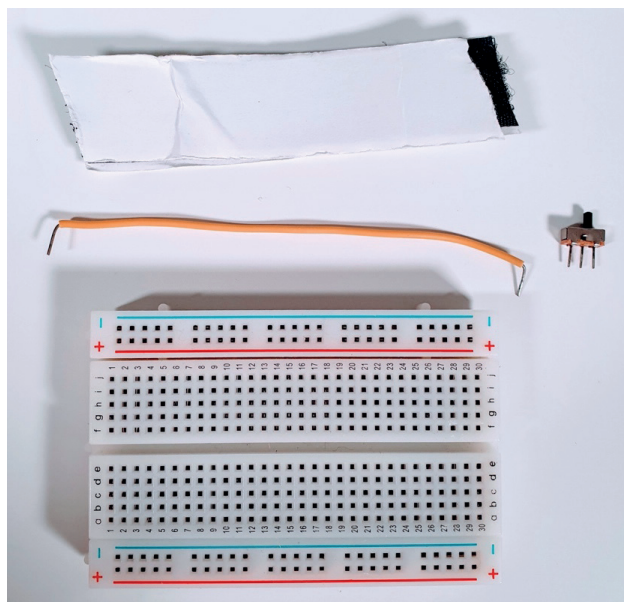

Рис. 8.11. Все необходимое для установки выключателя питания
1. Убедитесь, что у вас есть все необходимое: макетная плата, «липучка», переключатель (подходящий для макетной платы) и одножильный провод 22 AWG (рис. 8.11).